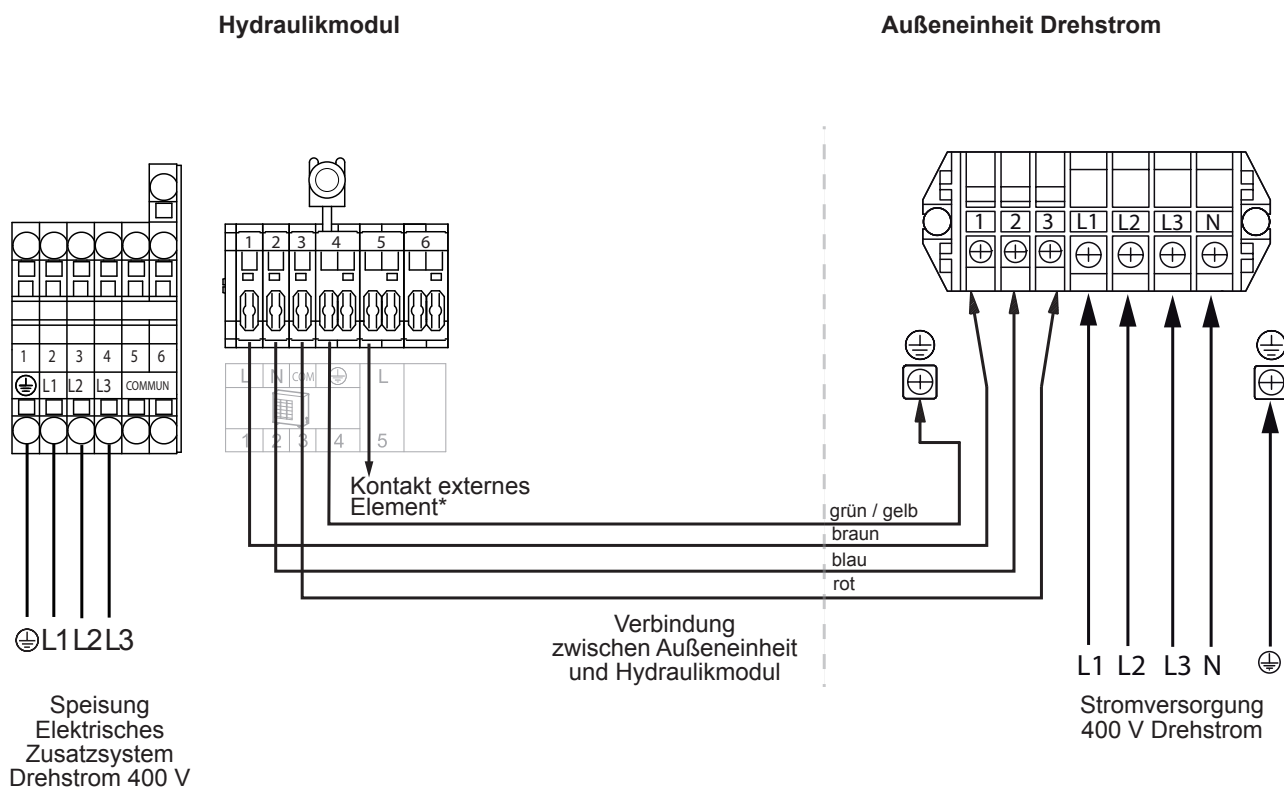

Abbildung 37 - Anschließen an die Klemmenleisten und Leistungsrelais
- Die Anschlüsse gemäß der/den Skizze(n) ausführen **Abbildung 37, Seite 39.**
- Die Anschlüsse gemäß der Skizze ausführen (Abbildung 37).